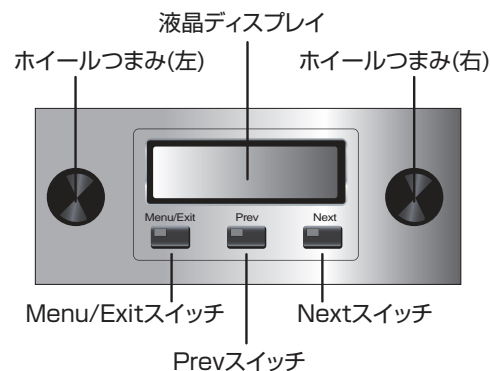

図 2.12 液晶ディスプレイ
- ①全ての配線を外した上で前面パネルの電源スイッチを押してアンプを ON にしてください。液晶ディスプレイ、インジケータが点灯します。
- ②液晶ディスプレイ ( 図 2.12) の下段にある Menu/Exit スイッチを押し、液晶ディスプレイに〈Amp Mode〉と表示されるまで Next スイッチを押してください。ディスプレイに〈N/A〉と表示される場合は System Architect によって〈Amp Mode〉がロックしています。〈LOCKOUT〉と表示される場合は System Architect によって液晶ディスプレイの全ての操作がロックしていることを表します。
- ③ホイールつまみを押して〈BRIDGE MONO〉を選択します。再度ホイールつまみを押すと、変更の確認メッセージが表示されます。Menu/Exit スイッチを押すと変更を確定します。両方のホイールつまみを反時計回りに回してアッテネーションを最大にしてください。
- ④重要: アンプを OFF にし、電源ケーブルを外してください。